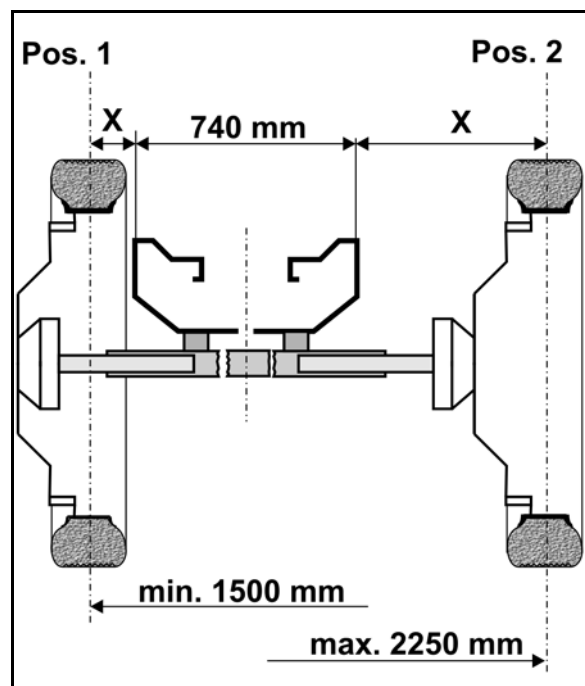

Bild. 134
4. Lossa klämskruvarna (Bild. 134/1,2).
6. För att justera axeln dra först åt skruvarna (Bild. 134/1), åtdragningsmoment 210 Nm.
7. Dra sedan fast skruvarna (Bild. 134/2), åtdragningsmoment 750 Nm.